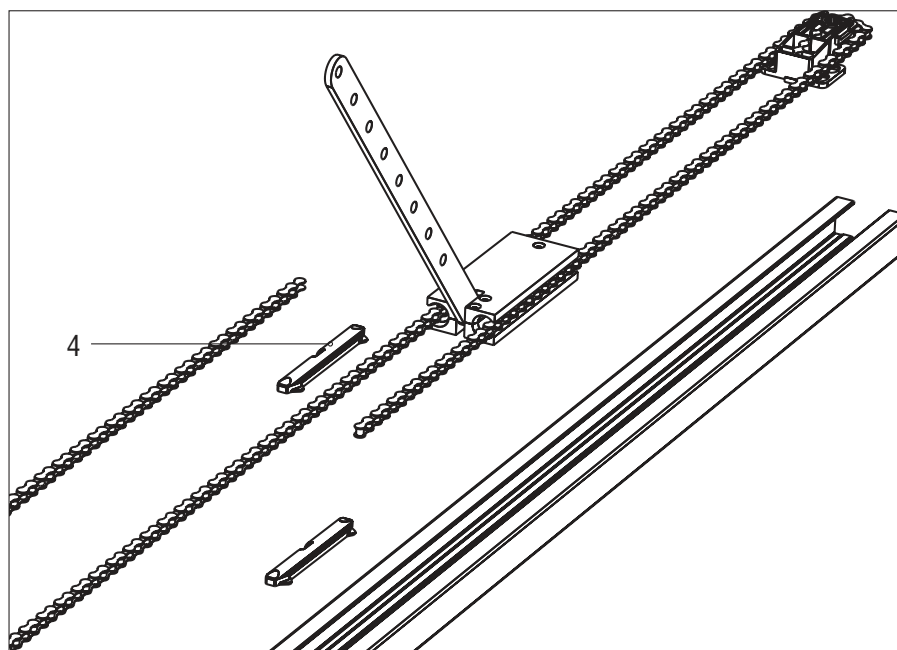

Рис. 4
5. Соберите суппорт поз. 4 и две цепи (рис. 4).